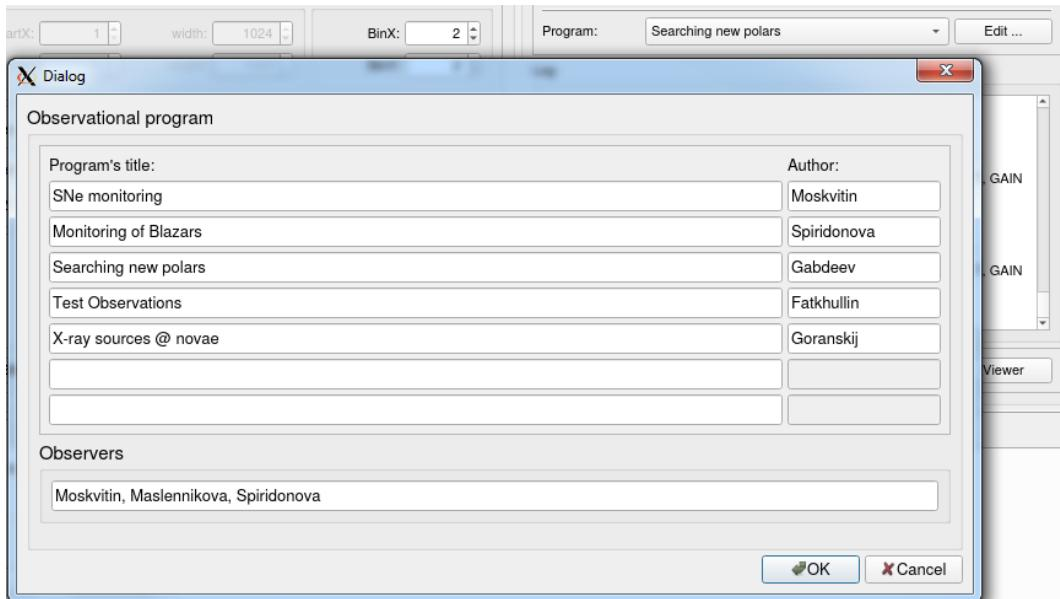

Рис. 34: Диалог выбора наблюдательных программ.
2. Заполнить диалог выбора наблюдательных программ, вызвав его в поле „Program“ кнопкой „Edit“ (рис. 34): ввести названия и авторов программ и наблюдателей, нажать кнопку „Ok“; выбрать программу из только что сохранённого выпадающего списка.